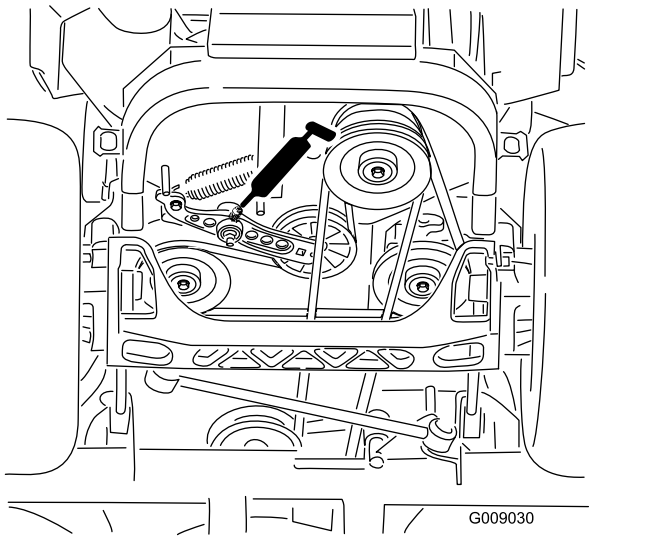

Figure 39
4. Graissez le bras de la poulie de tension de la courroie d'entraînement (Figure 39).